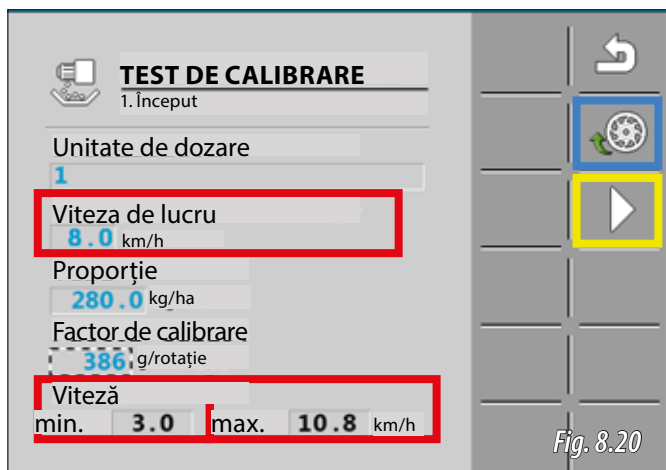
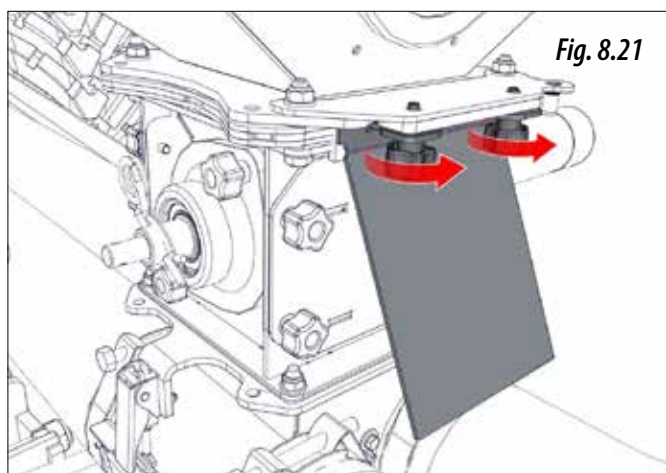

Fig. 8.20
Fig. 8.21
6- Odată introduse cele 3 valori dorite, verificați viteza minimă și maximă de lucru pe ecranul unității de control. Când viteza la care doriți să lucrați este în mijlocul acestor două valori (în roșu Fig. 8.20), deschideți sertarul de blocare și fixați-l în poziția de lucru (Fig. 8.21), umpleți celulele de dozare (în albastru, Fig. 8.20) și apoi efectuați testul (în galben, Fig. 8.20).
**IMPORTANT:** VERIFICAȚI STAREA SPUMEI DE PE SERTARUL DE BLOCARE PENTRU ETANȘAREA CORECTĂ A UNITĂȚII DE DOZARE; ÎN CAZUL ÎN CARE SPUMA ESTE ÎN STARE PROASTĂ SAU ÎN CAZUL ÎN CARE SERTARUL DE BLOCARE NU ESTE MONTAT ÎN POZIȚIA DE LUCRU (FIG. 8.21), BUNCĂRUL NU VA FI PRESURIZAT CORECT ȘI VOR EXISTA SCURGERI DE PRODUS ÎN ACEL PUNCT.